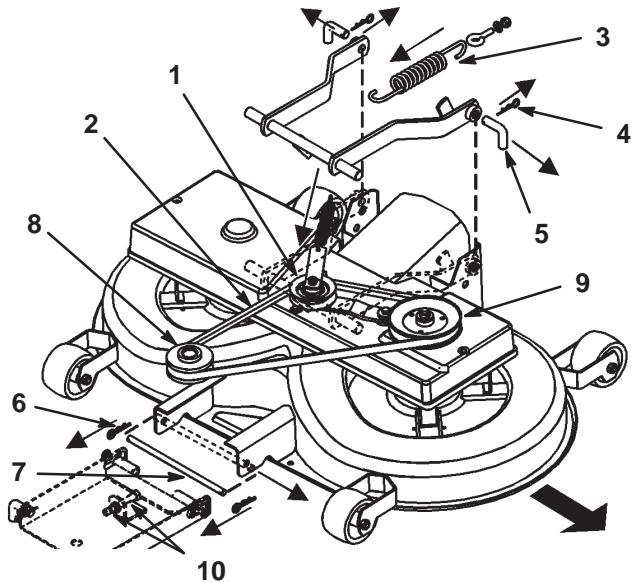

Figure 39
8. Tirez l'ensemble bras de tension vers l'intérieur et ôtez la courroie trapézoïdale de la poulie (Fig. 39).
9. Décrochez le ressort du levier d'engagement (Fig. 39).
11. Retirez les goupilles fendues des 2 goupilles arrière et déposez ces dernières (Fig. 39).
12. Retirez la goupille fendue de la goupille avant et déposez cette dernière (Fig. 39).
13. Enlevez la courroie trapézoïdale de la poulie du moteur (Fig. 39).
2. Enlevez l' ensemble poulie à courroie trapézoïdale et bras de tension (Fig. 39).
7. Placez la goupille inférieure de la suspension de réglage avant dans la position inférieure des fentes, en réglant les 2 écrous (M12) sur la suspension avant (Fig. 39).